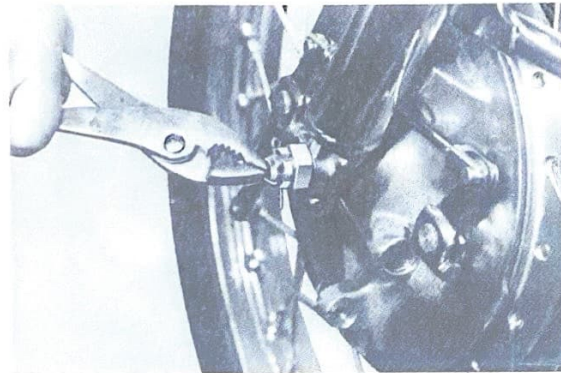

Fig. 28
2. Insert the wheel shaft, mount the plain washer on the shaft, and install the wheel shaft nut. (Fig. 28)
5. Lock the nut with the cotter pin. The pin should be inserted with the legs facing down. Separate the legs away from each other against the nut. (Fig. 28)
2. Insérer la broche de roue avant, y placer la rondelle ordinaire, et visser l'écrou de broche de roue. (Fig. 28)
5. Caler l'écrou à l'aide de la goupille fendue insérée par le haut. Ecarter les deux extrémités de la goupille l'une de l'autre, et les replier contre l'écrou. (Fig. 28)